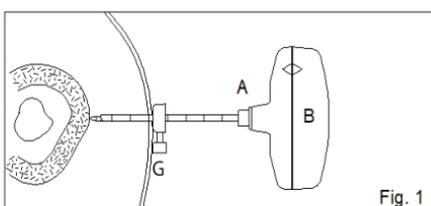

Fig. 1
FIG. 1 Dependendo da profundidade do osso a ser alcançada, ajuste o medidor de profundidade (G) na Cânula de corte (A) ao marcador de centímetros apropriado e aperte para proporcionar orientação visual. Introduza girando no sentido anti-horário, o conjunto da Cânula de corte e o Estilete com ponta de trocarte (A+B) até atingir a superfície do osso.